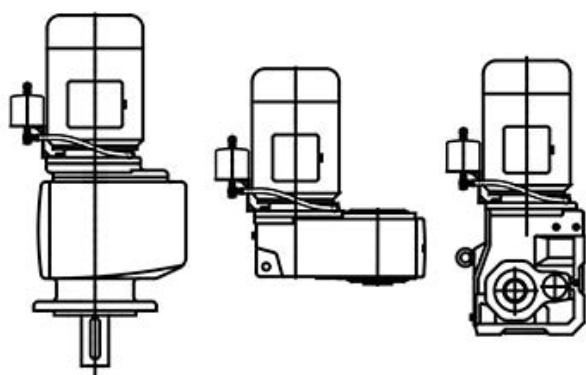

図 18: オイルエクスパンションタンクの位置
オイルエクスパンションタンクは接続ラインを下にし、エアベントプラグを上にして垂直に取り付けなければなりません。タンクはできるだけ高い位置に取り付けてください。オイルエクスパンションタンクの位置は、図 18 を参考にしてください。端子箱位置がポジション 2 の構造形状 M4 では、オイルエクスパンションタンクは取り付けできることに注意してください。
2. オイルエクスパンションタンクを図 18 に従って取り付けます。このとき、モータシャフトに対して平行にタンクを調整してください。